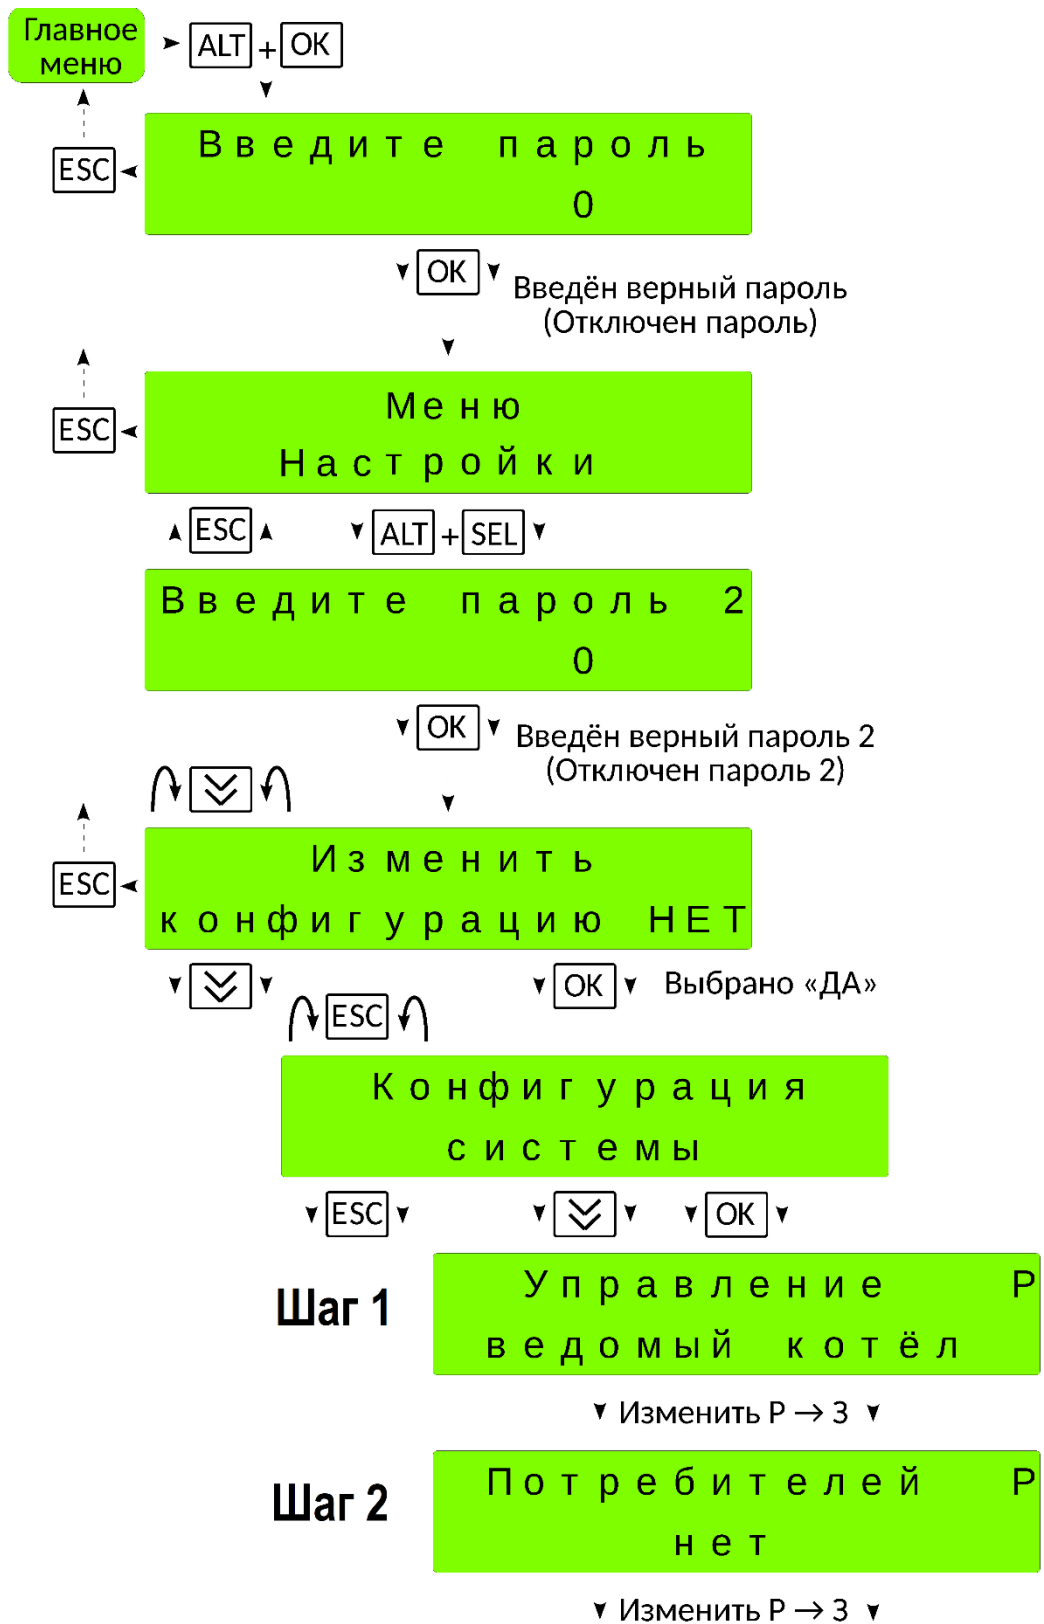

Рисунок 31 – Конфигурирование ЩА TИPROmatic 300.1 (шаги 1...2)
**2 шаг.** «Потребители» - выбор количества ведомых ЩА TIPROmatic 300.1 (без учета самого себя). Данный шаг не доступен, если выбран «ведомая система» (см. **Рисунок 31**).